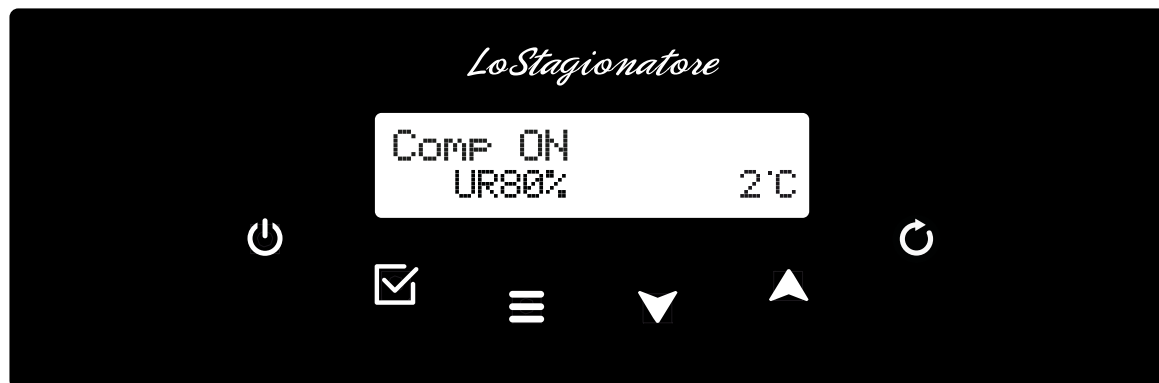

Fig.3
9.1 Descrizione dei comandi e pulsanti (Fig. 3)
Sequenza d'avviamento (fig.3).
9.2.2 Modi d'arresto (fig.3)
9.2.3 Impostazione della lingua (fig.3)
9.2.4 Impostazione data e ora attuale (fig.3)